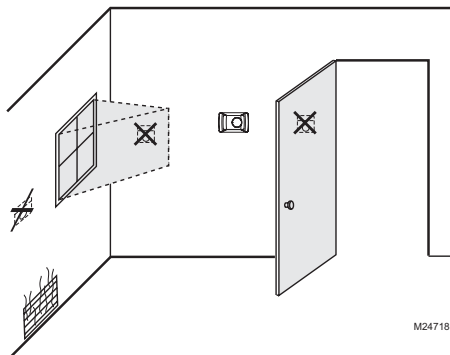

Fig. 6. Choisir l'emplacement dans la pièce.
REMARQUE : Choisir un emplacement à l'abri des courants d'air et de l'humidité excessive. Ne pas installer l'appareil près des portes ou des fenêtres ni dans la salle de bain ou la cuisine. Voir la figure 6.
- Utiliser des connecteurs de fils pour raccorder les fils basse tension aux connecteurs de l'humidistat H8908. Consulter les Fig. 6–19 pour connaître les configurations possibles.